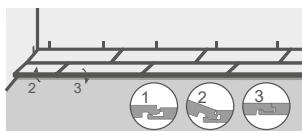

Рисунок 14
11.11.2 Соединить укладываемый ряд с уложенным. Для этого гребень продольного замка укладываемого ряда вставить в паз продольного замка уже уложенного ряда под углом сверху вниз и опустить ряд к основанию, слегка надавливая на продольную сторону планок ряда (см. Рисунок 14).